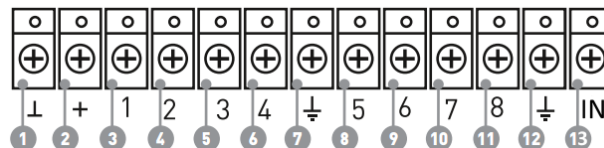

РИС. 17. Основные выходы и вход IN приемника
6.2. При помощи обычных проводов выходы приемника (РИС. 17, 18) соединяются с входами централи сигнализации. Таким образом выходы приемника становятся аналогом обычных проводных датчиков для входов централи. При сработке беспроводного датчика, он отправляет сигнал на приемник osBridge, который обрабатывает его и размыкает соответствующий датчику проводной выход. Централь сигнализации воспринимает размыкание выхода как размыкание шлейфа датчика и выдает тревогу. Если указано, что зона централи должна иметь сопротивление, между выходом приемника и зоной централи следует последовательно включить резистор с номиналом, соответствующим инструкции к централи. При подключении проводов соблюдайте полярность!
6.3. Выходы с номерами 1-8 (РИС. 17) соответствуют 8 условным основным охранным зонам.